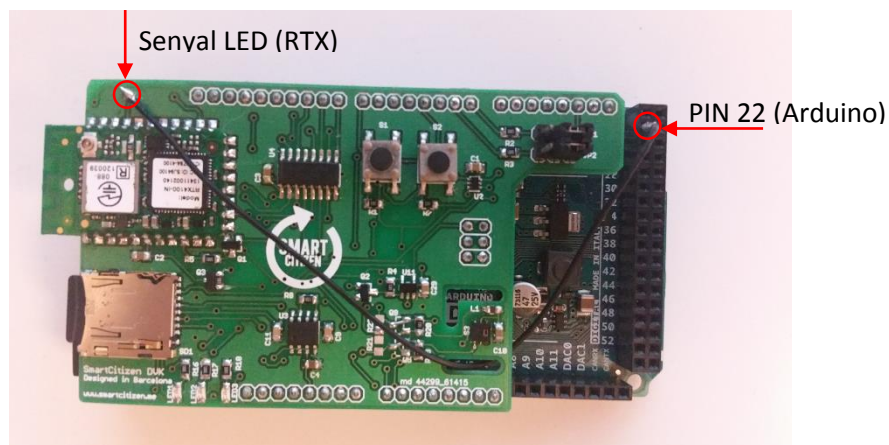

Figura 17: Placa RTX (afegida línia de dades pel bus SPI)
- Interrupcions entre Arduino/RTX4100: Donat que no existeix cap línia dedicada que pugui ser usada com a interrupció entre Arduino i el RTX, s'usarà la senyal del LED (taronja). Per a aquest propòsit, es tindrà que portar la senyal corresponent, a un pin lliure de la placa Arduino. En aquest cas, es decideix usar el pin 22 tal com es pot veure en la Figura 17. El senyal del LED, tal com s'ha mostrat en la Taula 3 correspon a la entrada numero 27 del RTX la qual rep el nom PF2.